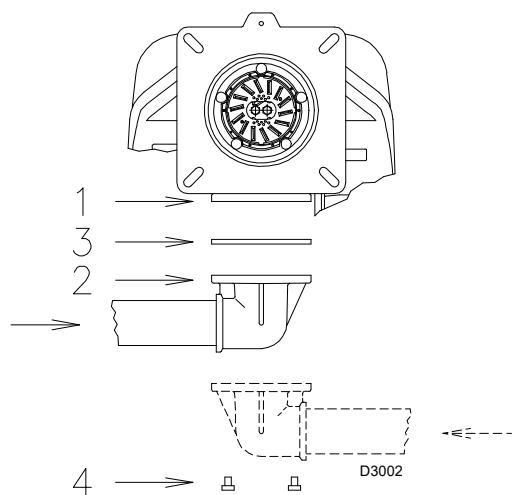

Рис. 28
- Газовая рампа подсоединяется к месту крепления газового трубопровода 1) (Рис. 28) при помощи фланца 2), прокладки 3) и винтов 4), поставляемых с горелкой.
- Рампа может быть установлена как слева, так и справа, в зависимости от удобства монтажа, см. Рис. 28.